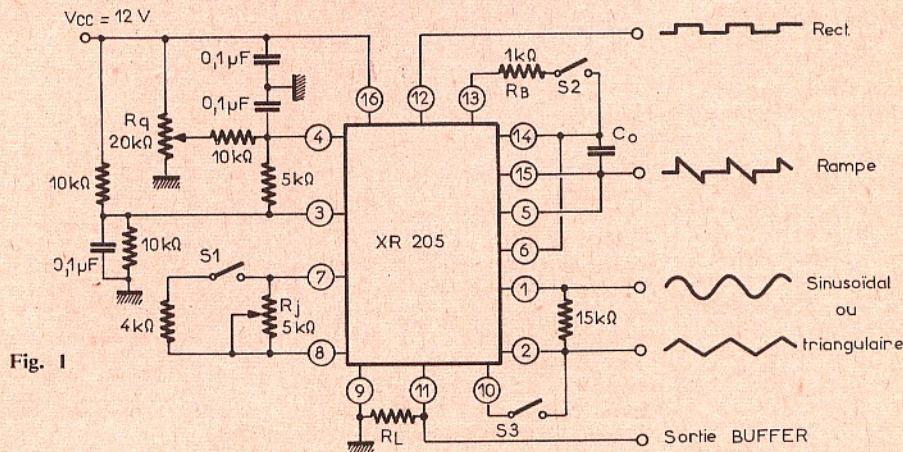

Fig. 1
E) Signal rectangulaire : Sortie au point 12 avec une tension crête à crête de 0,7 V approximativement. Le montage de la figure 1 est parfaitement valable pour fonctionner selon les performances indiquées plus haut. Sa simplicité permet son essai immédiat à toutes les fréquences des gammes réalisables avec diverses valeurs de C_o .